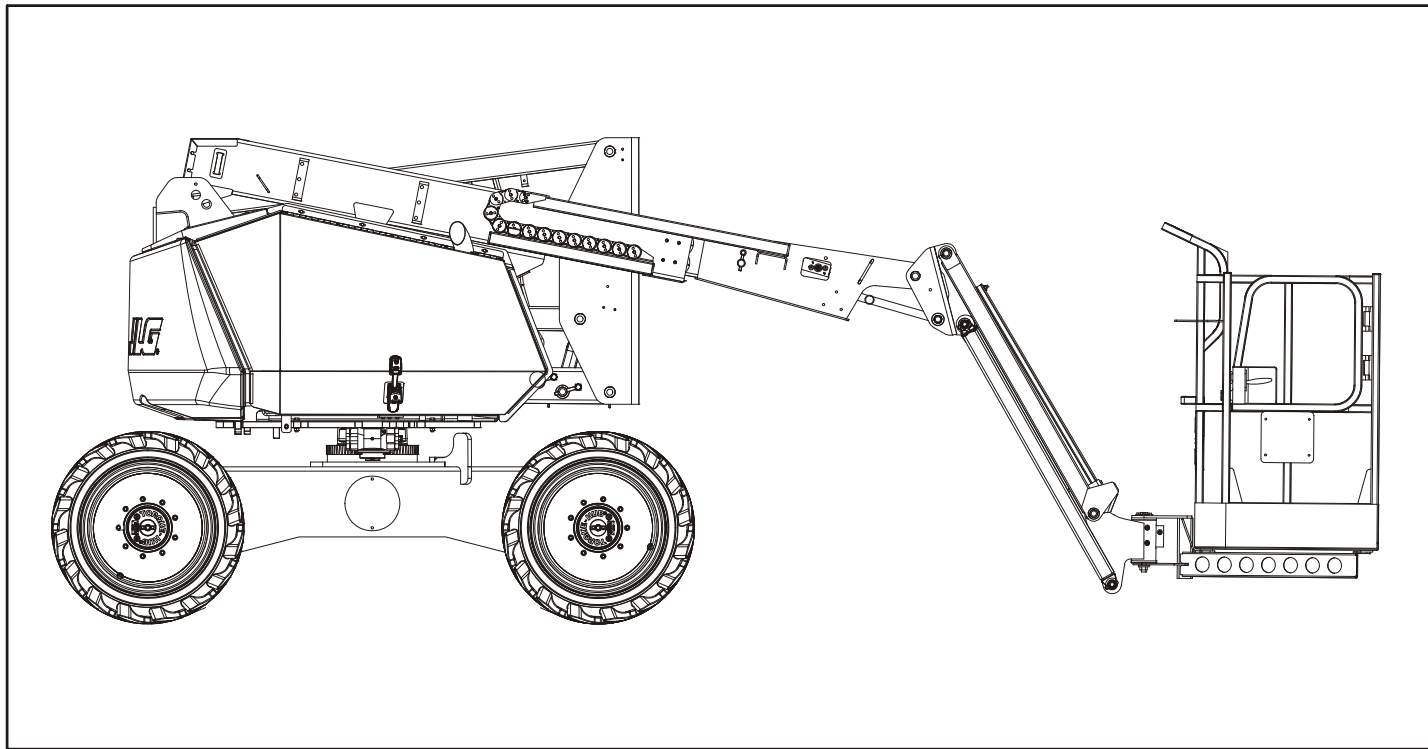
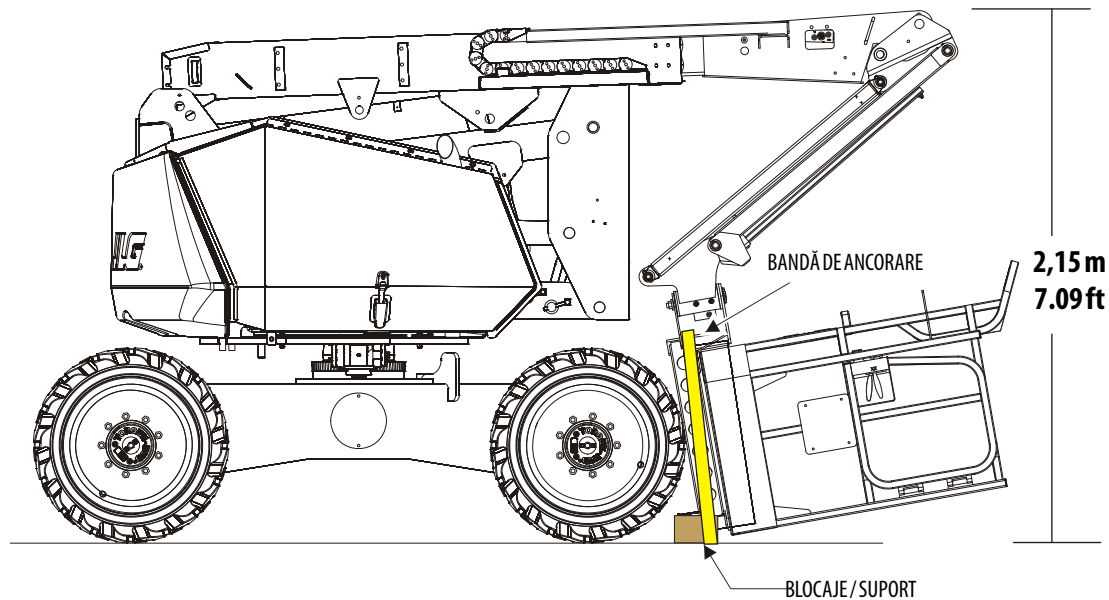

Figura 4-4. Poziția pliată
Figura 4-5. Poziția de depozitare
Consultați Figura 4-4.
(Consultați Figura 4-5.)
1. Aduceți echipamentul în poziția de depozitare. Consultați Figura 4-4. De la stația de comandă de la sol, ridicați ansamblul telescopic principal la o înălțime cel puțin egală cu cea indicată în Figura 4-5. Ansamblul telescopic principal trebuie ridicat pentru a se preveni contactul dintre nacela platformei și sol în timpul acestei proceduri.
3. Așezați blocuri de sprijin sub suportul platformei, coborâți suportul platformei pe blocurile de sprijin utilizând funcția de coborâre a ansamblului telescopic principal și ancorați ansamblul în modul indicat în Figura 4-5.